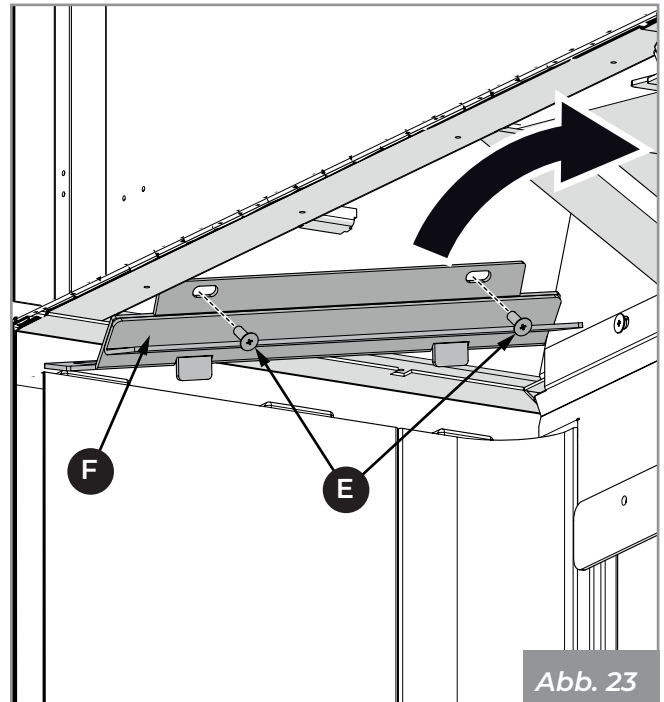

Abb. 23
- 3) Lösen Sie die Schrauben (E) und entfernen Sie die Halterung (F) (Abb. 23).
- 5) Gehen Sie auf der gegenüberliegenden Seite genauso vor (bei den Modellen **MX R** und **MX L** gibt es aufgrund des Vorhandenseins der Seitenscheibe nur die Kurve und die obere Halterung (F - Abb. 23)).